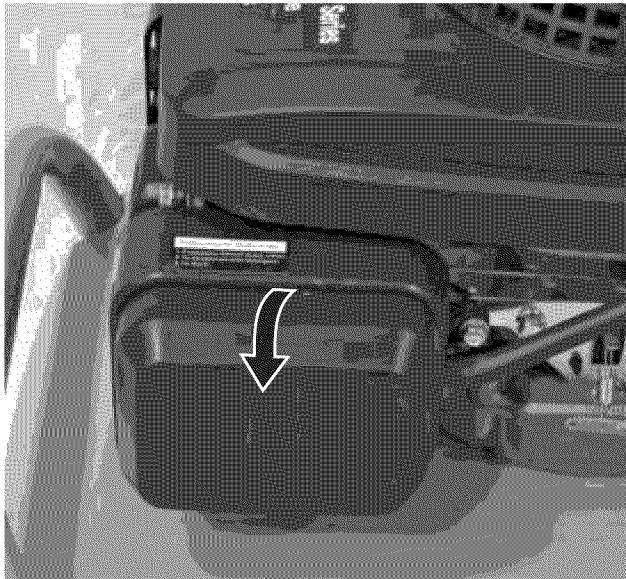

Figura 29 – Procedimiento para retirar la cubierta del filtro de aire
3. Empuje en la cubierta del filtro de aire para desenganchar la cubierta de la lengüeta superior (ver Figura 29).